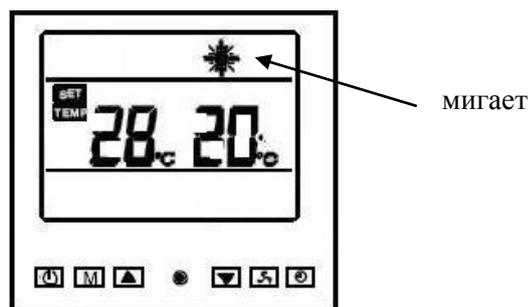

Рис. 14. Режим размораживания.
Для запуска насоса, нажмите Кнопку вкл/выкл. . Насос начинает работать в течение 3х минут. При включении, на панели управления отображается режим (нагрев/охлаждение) и температура воды, которые были установлены перед выключением, см. рис. 13 и рис. 14.
- режим охлаждения,  см. рис. 14.
температур показывается в течение 10сек, по истечению которого панель переключается в начальный режим работы, см. рис. 13 и рис.14